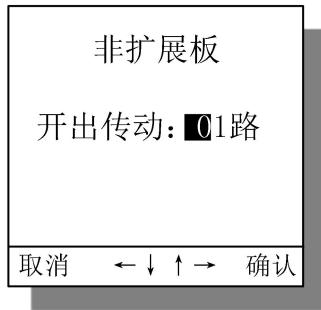

图 34 开出传动界面
- 1) 就地开出传动。在开出传动板件选择界面选择一个条目按[←]键进入开出传动界面，用户可操作方向键[▲]、[▼]、[◀]、[▶]来移动光标到要调整的数值上，用[+]、[-]键来调整开出传动号。修改完成后，按[C]键退到传动投入界面。用户再操作[+]或[-]键选定是否投入传动，[√]表示传动投入状态，[×]表示传动不投入状态，按[←]键确认其选定的状态。开出传动界面图见图34，图仅作参考，不同型号装置可能稍有差别。